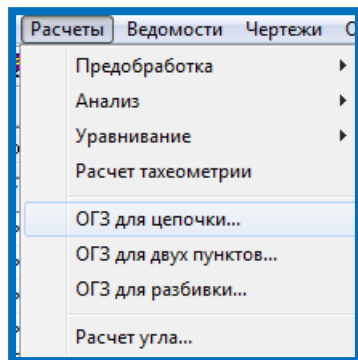

Рисунок 17 – Выбор расчетной задачи
3. В меню **Расчеты** выбираем команду **ОГЗ для цепочки** (Рис.17) или можно выполнить тоже самое, нажав на **Панели инструментов** кнопку